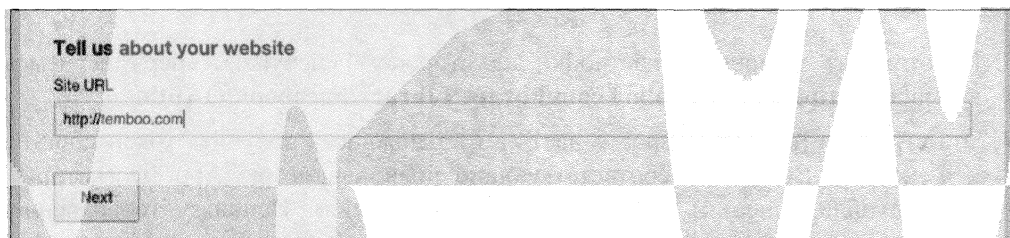

Рис. 5.19. Форма ввода имени сайта
5. У вас спросят **Site URL** (адрес сайта). Этот адрес не имеет значения, поскольку не используется в проекте, — можете ввести все, что угодно (рис. 5.19).